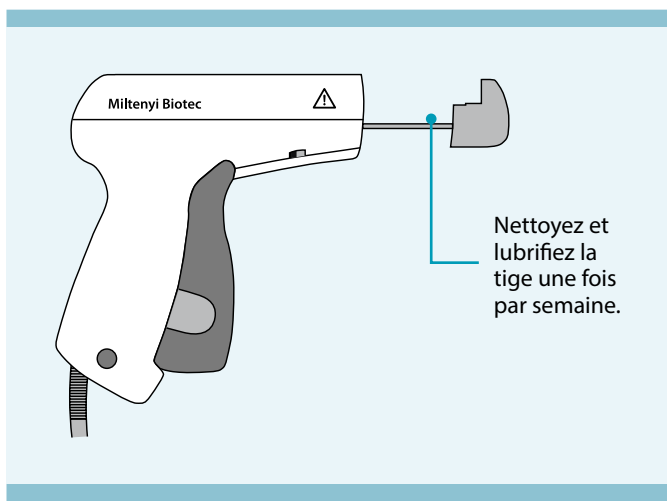

Figure 4.3 : Électrode sortie
2. Poussez d'abord l'électrode vers l'intérieur, puis sortez-la (voir Figure 4.3).